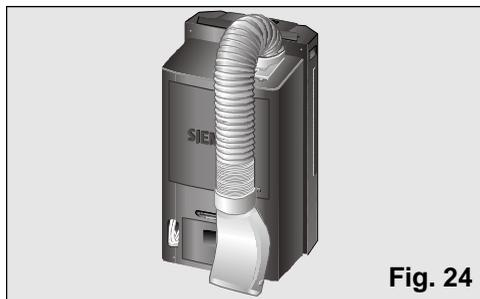

Fig. 24
- Hiervoor buigt u de buis naar de achterkant van het apparaat en maakt deze vast aan de diffusie haak, Fig. 24 en 25.